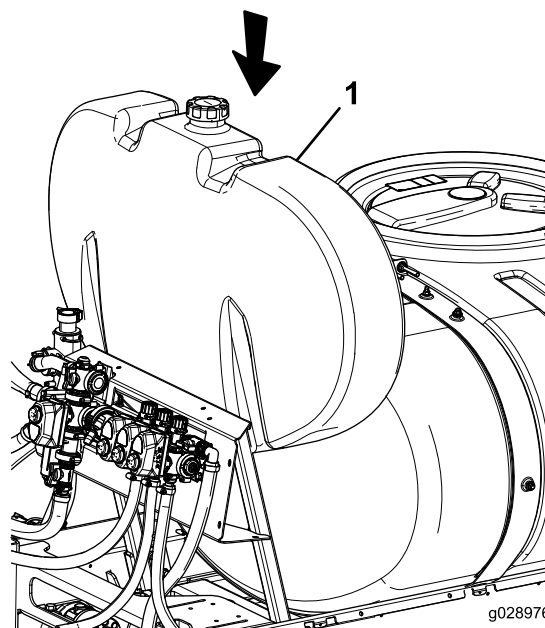

Figura 9
1. Coloque o depósito de lavagem como se mostra na Figura 9.
2. Instale as correias do depósito de lavagem nas correias do depósito traseiras com as ferragens que retirou anteriormente (Figura 9).